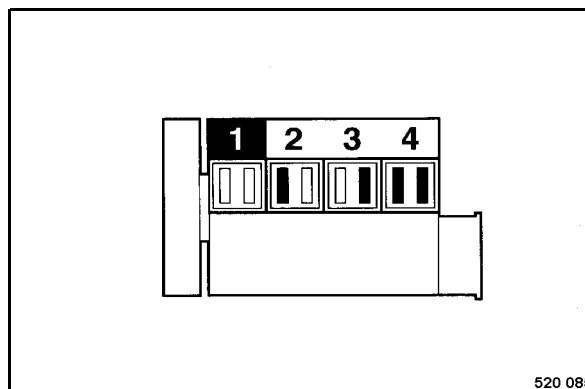

Fig. 166
- A l'aide du démarreur, virer le moteur jusqu'à ce que les deux soupapes du cylindre 1 (Fig. 166) se "recourent".
Les soupapes repérées en noir (Fig. 166) peuvent être contrôlées et réglées.